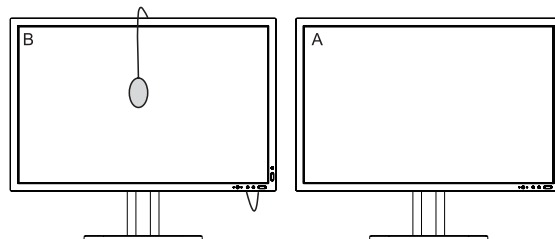

Figure C.2
11. Retirez le capteur USB de l'écran A source et placez-le au centre de l'écran B (**Figure C.2**).